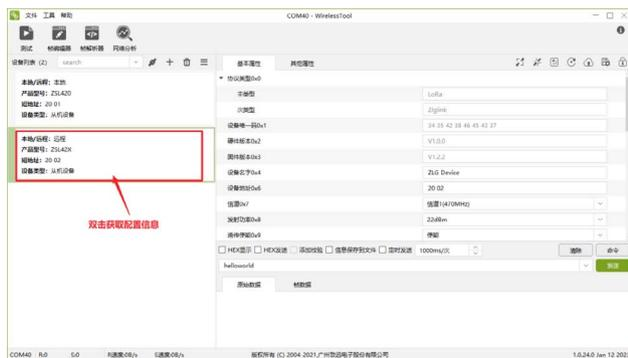

图8
4.2 等待本地模块搜索完成，点击【添加全部】把远程设备添加到设备列表栏里，此时便可以对设备进行远程配置了，如图8所示。